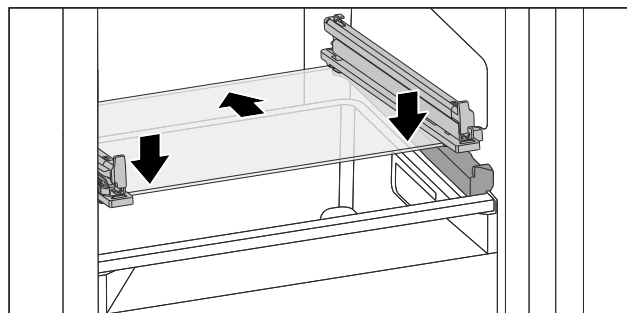

Fig. 71 Glasplatte des abklippbaren Schubfachs
- Glasplatte schräg hinter den Stopper aufsetzen. (siehe Fig. 71)